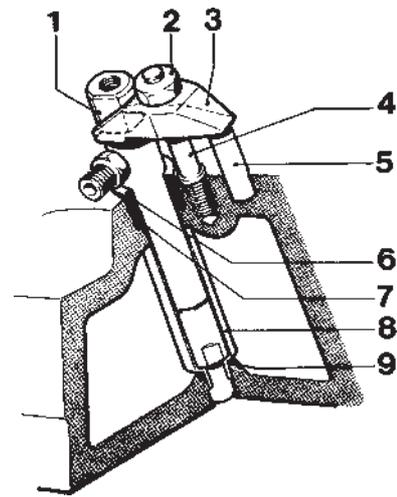
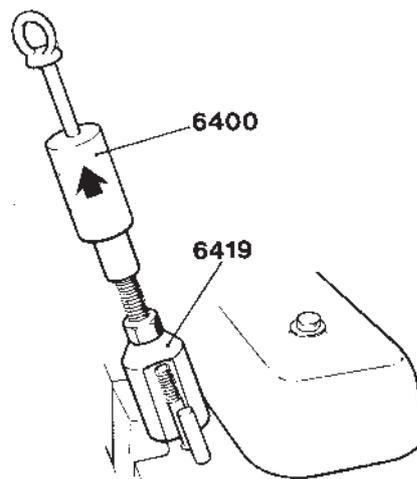

Fig. 150B. Injecteur monté
Fig. 153. Démontage de la bague d'acier
5. Enlever la bague d'acier (6, figure 150B) au-dessus de la douille en cuivre à l'aide de l'extracteur 6419 (figure 153).
7. Déposer la bague supérieure d'étanchéité (7, figure 150B). Nettoyer les guides supérieur et inférieur dans la culasse.
8. Huiler une bague supérieure d'étanchéité neuve (7) ainsi que le guide supérieur dans la culasse. Eviter la pénétration d'huile dans le canal de liquide de refroidissement. Monter la bague d'étanchéité dans la culasse.
9. Monter un joint torique neuf autour du guide inférieur (9) de la douille en cuivre neuve. Enfoncer la douille dans la culasse.
10. Monter une bague d'acier **neuve** (6) dans le logement. Guider l'outil 6421 (série 60) et 6420 (série 70) à travers la bague et la douille en cuivre.